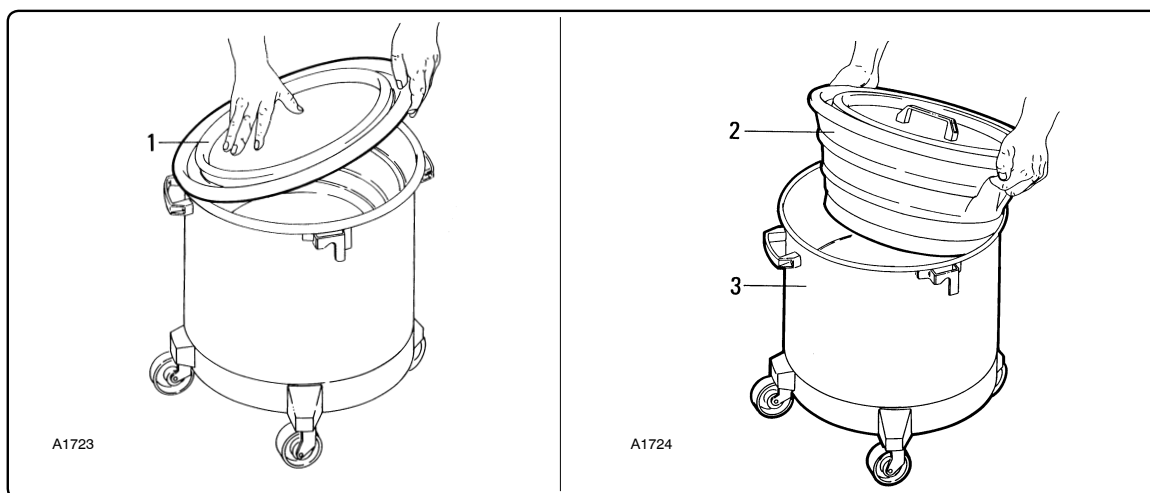

Рис. 6.9.1
- B. встряхивающийся контейнер из ПВХ, установленный в контейнере «2» для сбора пыли (рис. 6.9.1);
6.9 - Опорожнение контейнера (версия С - К1) - рис. 6.9.1